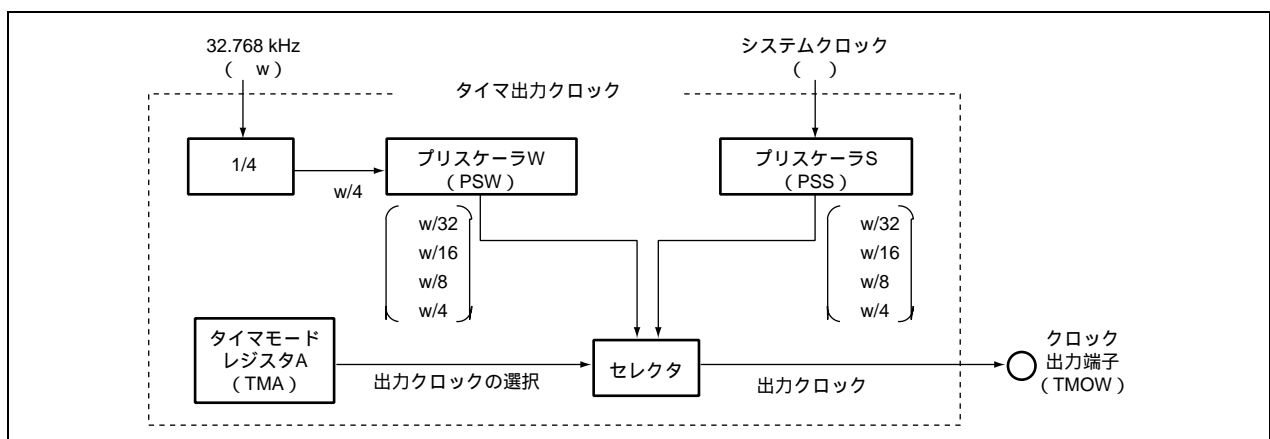

図 2.1 タイマ A クロック出力機能ブロック図
1. 本タスク例では、タイマ A クロック出力機能を使用して、TMOW 出力端子よりクロック出力を行いません。図 2.1 にタイマ A クロック出力機能のブロック図を示します。以下にタイマ A クロック出力機能のブロック図について説明します。